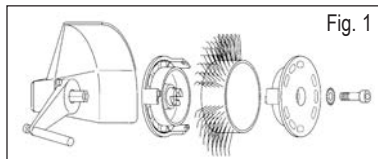

Fig. 1
3. Bryt trykklufttilførselen før du setter *Bristle Blaster®* Båndet på 23 mm eller 11 mm på verktøyet med festesystemet (pass på løperetningen), den tilhørende stjerneskenen og en skrue. Se fig. 1 og 2.